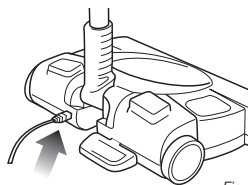

Fig. 8
- 2 Insérez la prise du chargeur dans l'orifice à l'arrière de l'aspirateur sans fil pour tapis et planchers. (fig. 8) Branchez le chargeur dans une prise électrique. Le témoin près de l'interrupteur d'alimentation (« On/Off ») s'allume lorsque la charge de l'appareil est en cours. Si l'appareil est branché et que le témoin est éteint, appuyez sur l'interrupteur